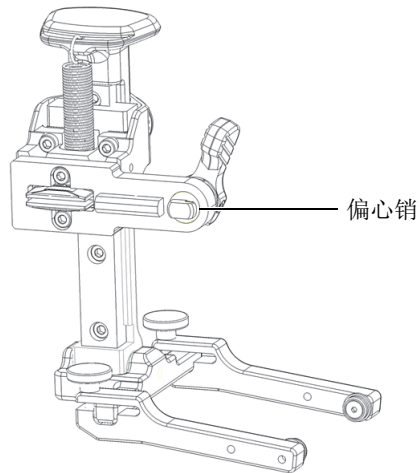

图 2-10 偏心销的平直沿处于水平方向
1. 使用定位杆，对齐偏心销的位置，使其平直沿处于水平方向（参见第42页的图 2-10）。